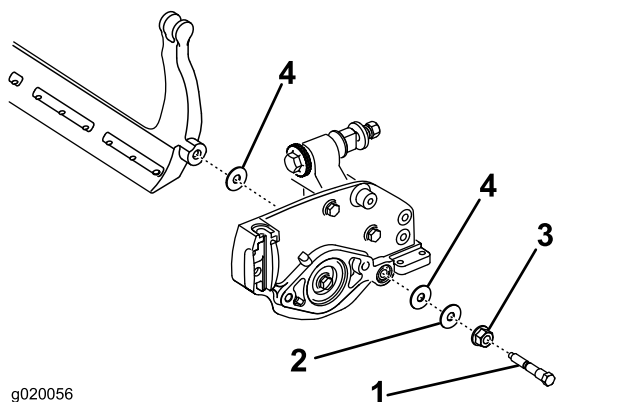

Figure 19
Mettez de côté 2 rondelles en nylon et 1 rondelle en acier à chaque extrémité de la barre d'appui (**Figure 19**).
3. Placez une rondelle en nylon de chaque côté du bossage de la plaque latérale. Placez une rondelle en acier à l'extérieur de chaque rondelle en nylon (Figure 19).